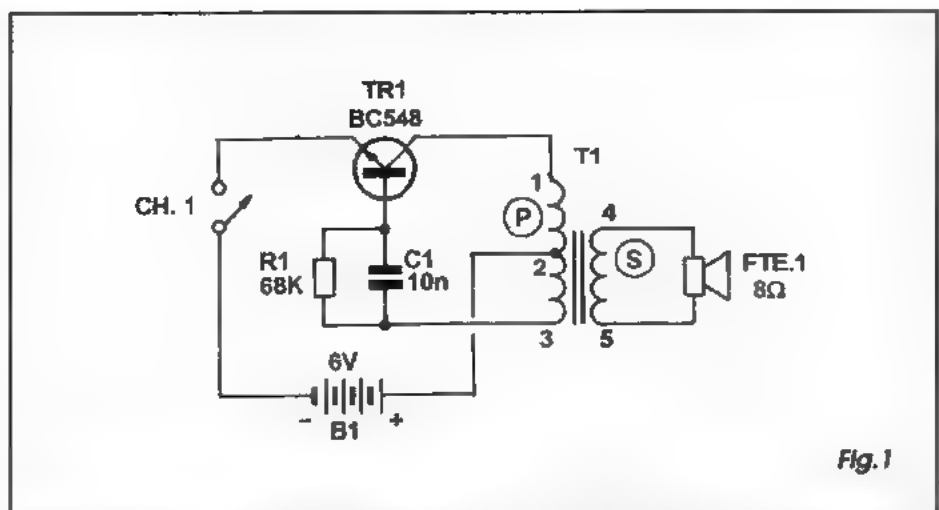

Fig. 1
- FIG. 1 - Um dos mais simples e tradicionais arranjos osciladores (agora caindo em desuso, pela lenta *obsolescência* dos circuitos baseados em transformadores. ) é o denominado *tipo Hartley*, que trabalha com realimentação indutiva. Na verdade, nesse arranjo, o trafo não só ajuda a promover a realimentação (o *primário* tem uma terminação central...) como também promove a transferência do sinal gerado para o transdutor (alto-falante), executando ainda o necessário casamento de impedâncias... No seu arranjo típico, mostrado na figura, o trafo T1 é do tipo *de saída para transistores* (um componente já meio difícil de encontrar...), com um *primário* mostrando impedância normalmente de 100 ohms para mais, e contendo uma tomada central... O *secundário*, geralmente, tem baixa impedância, de modo a casar com o alto-falante (4 ou 8 ohms). Além da própria indutância do trafo, também os valores de R1 e/ou de C1 são determinantes da frequência de oscilação... Além disso, outros capacitores que podem ser anexados entre os terminais 1-3, ou 1-2, ou 2-3 do *primário* do trafo, também permitem determinar ressonâncias e frequências... Quanto ao elemento ativo - o transistor - normalmente admite várias equivalências, seja em pequena, média ou alta potência... Como a realimentação, responsável pelo início e manutenção da os-